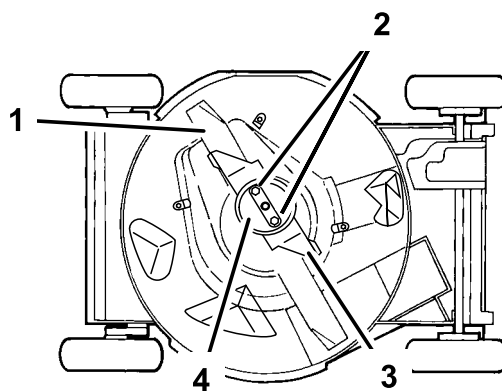

Figure 32
4. Basculez la tondeuse sur le côté **droit** (Figure 32).
Tenez la lame à son extrémité avec un chiffon ou un gant épais. Enlevez les écrous de la lame, la coupelle de protection, l'accélérateur et la lame (Figure 32).
5. Enlevez les 2 écrous de la lame, la coupelle de protection, l'accélérateur et la lame (Figure 32).